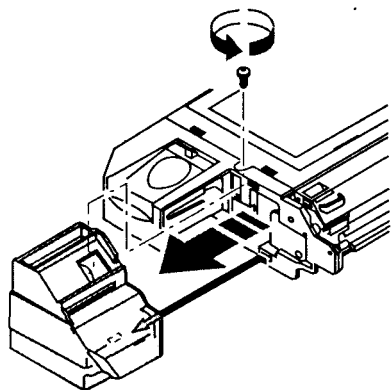

Рис. 7.5
2. Отвинтите винт (рис. 7.5) и снимите с картриджа емкость с отработанным тонером.